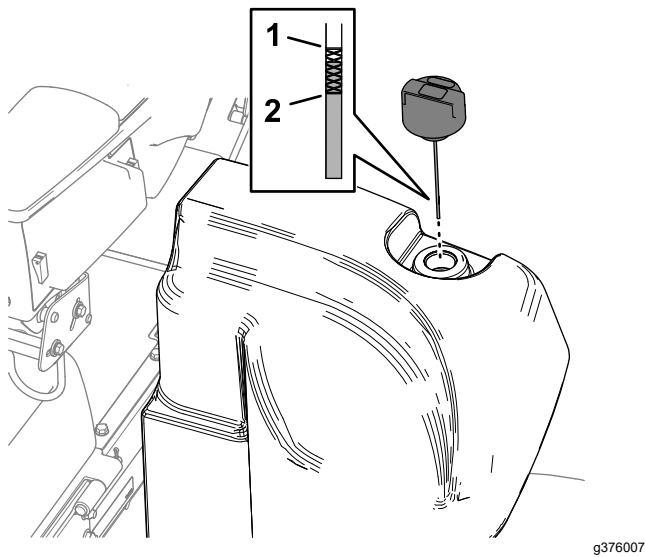

Figura 100
2. Limpie la zona alrededor del cuello de llenado y el tapón del depósito hidráulico (Figura 100).